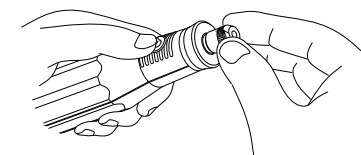

図 7
2. $\phi 3\text{mm}$ 用コレットチャック(HD20-104)を回転軸に入れます。つぎに、チャッキングナットをかぶせ、抜けない程度に指で軽く締めます。(図7)